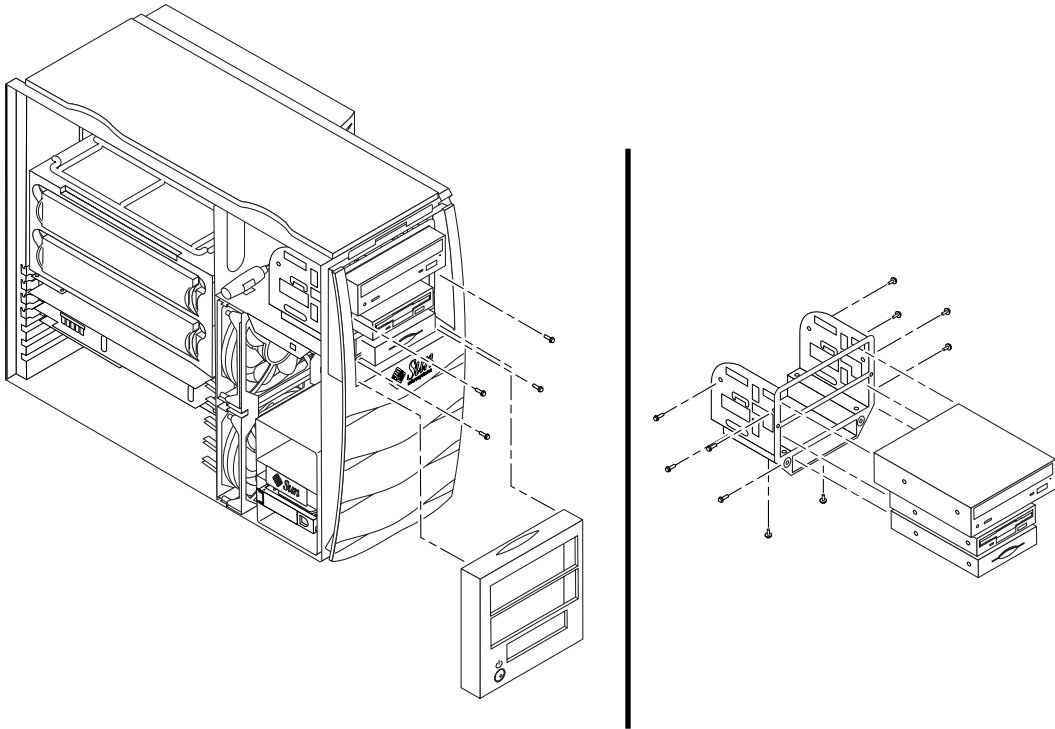

FIGURA 13 Instalación de unidades de dispositivos periféricos
2. Extraiga el conjunto de los dispositivos periféricos de la siguiente manera (consulte la FIGURA 13):